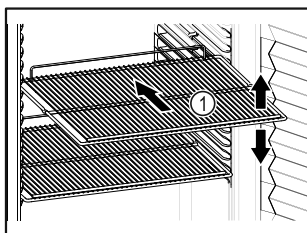

Fig. 70 Exempel
- Om gallren Fig. 70 (1) kan flyttas om ska de anpassas på höjden.